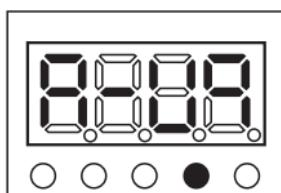

图8
(5) 缺相跳闸：合闸状态下，断开断路器任意一相，显示缺相跳闸，屏幕显示如图8所示。